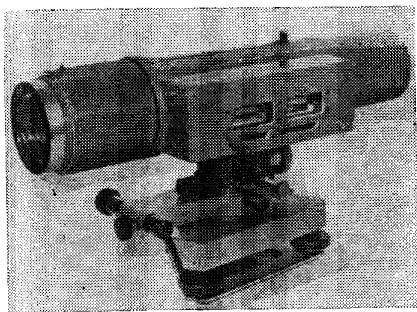

Рис. 13. Нивелир NI
3.6. Нивелир Н1 (рис. 13) предназначен для производства нивелирования 1-го класса, может применяться для наблюдений за осадками и деформациями зданий и сооружений и при высокоточном монтаже оборудования.